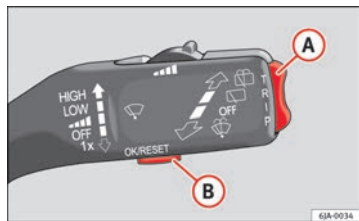

Fig. 36 Leva del tergicristallo: comandi del display
- Il **Menu principale** si attiva mantenendo premuto l'interruttore a bilanciere **A** ⇒ fig. 36 della leva multifunzione.
- Se sul display compare qualche avviso confermarlo premendo il tasto  ⇒ fig. 36 ⇒ pagina 66 prima di accedere al menu principale.